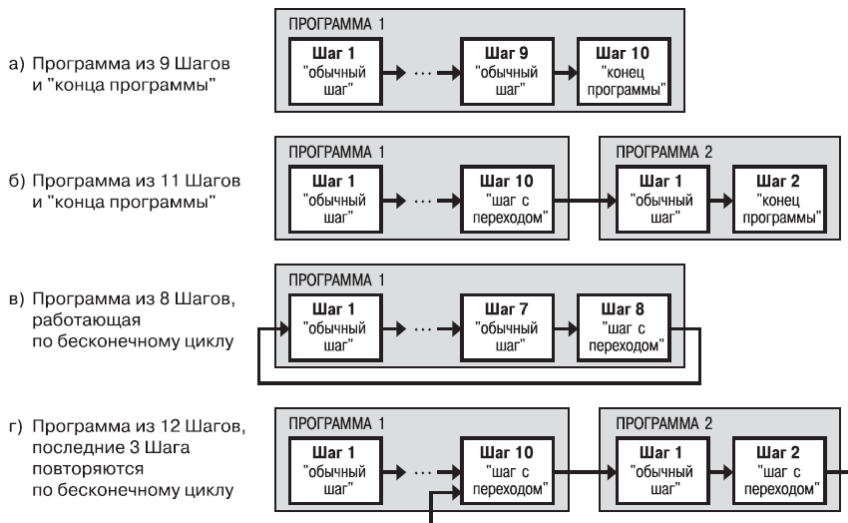

Рисунок 3.4 - Примеры Программ, которые можно реализовать с помощью различных типов Шагов
- Программу, состоящую более чем из 10 Шагов (рисунок 3.4, б, г);
- Программу, работающую по бесконечному циклу (рисунок 3.4, в, г).
Нециклическая Программа в ТРМ151-04 (рисунок 3.4, а, б) состоит из последовательности «обычных шагов» и «шагов с переходом», которая заканчивается Шагом типа «конец программы».